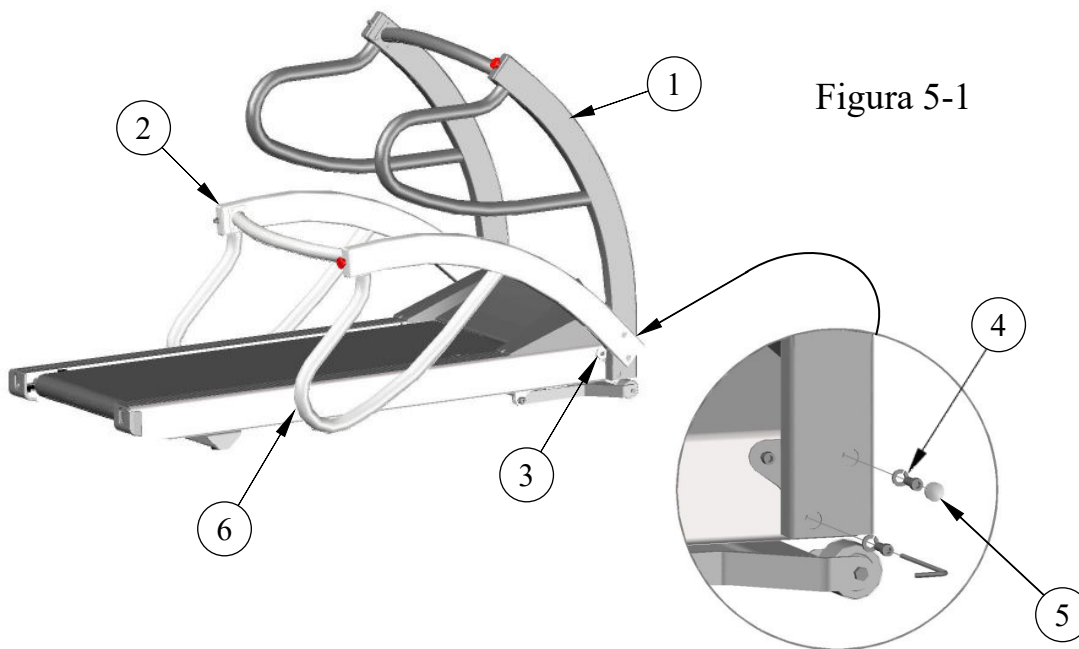

Figura 5-1
2. Instale (2) tapas de plástico a cada lado para lograr una apariencia acabada. Ver Figura 5-1.